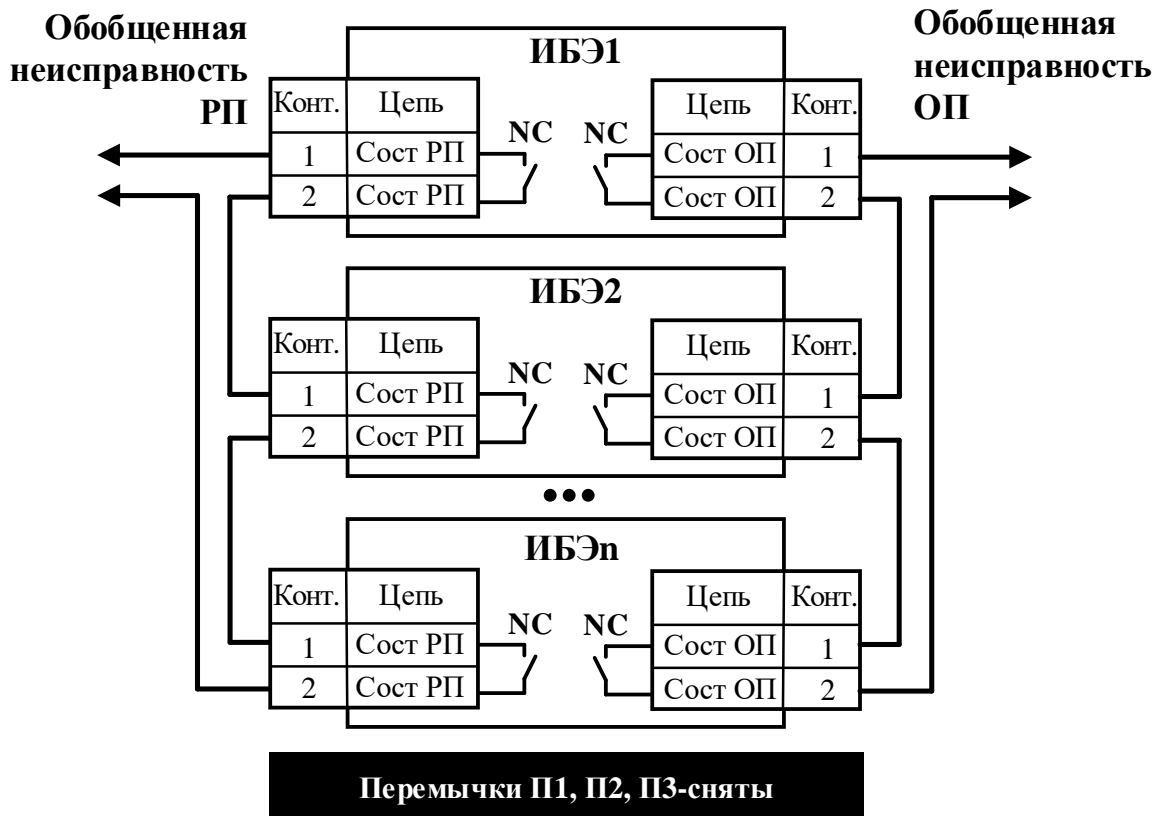
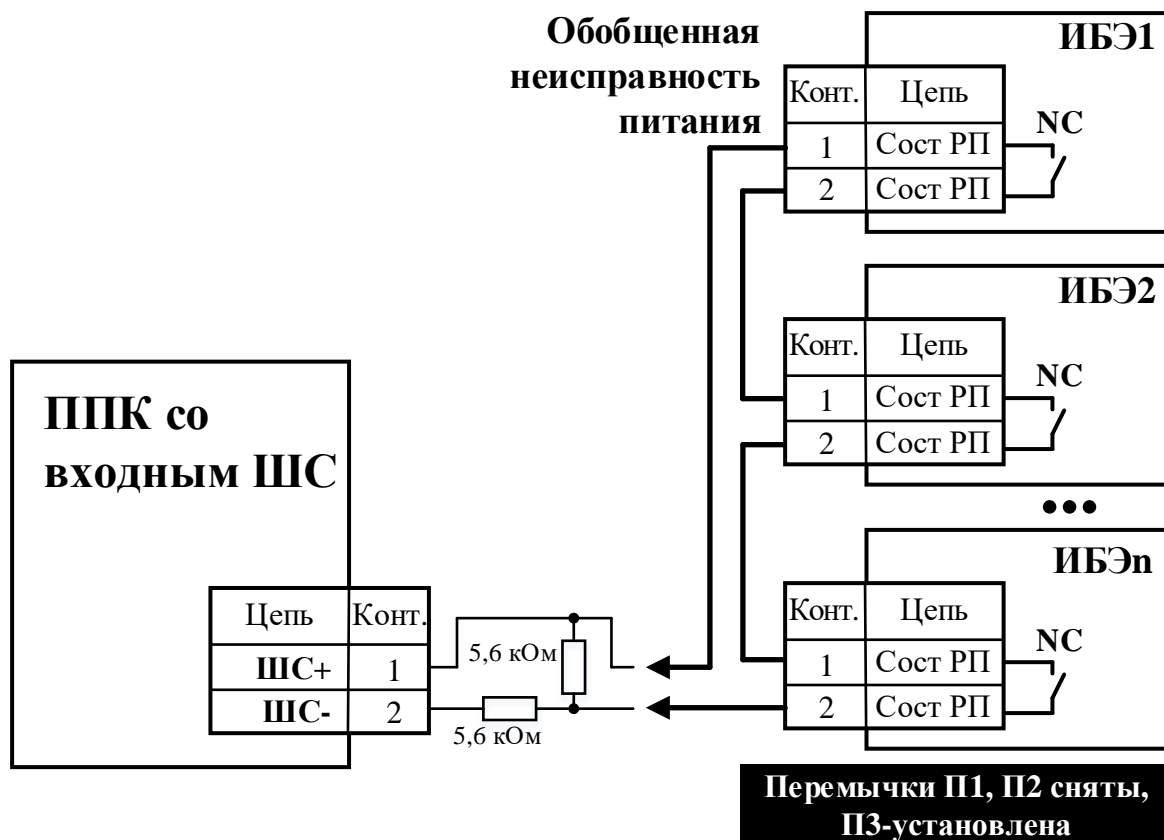

Рисунок 10
Рисунок 11
15. При помощи релейного выхода обобщенной неисправности можно объединять (каскадировать последовательно или параллельно) эти цепи от нескольких ИБЭ и подключать ко входу контроля панелей, ППК и т.д.). Варианты каскадирования представлены на Рисунок 10 и Рисунок 11